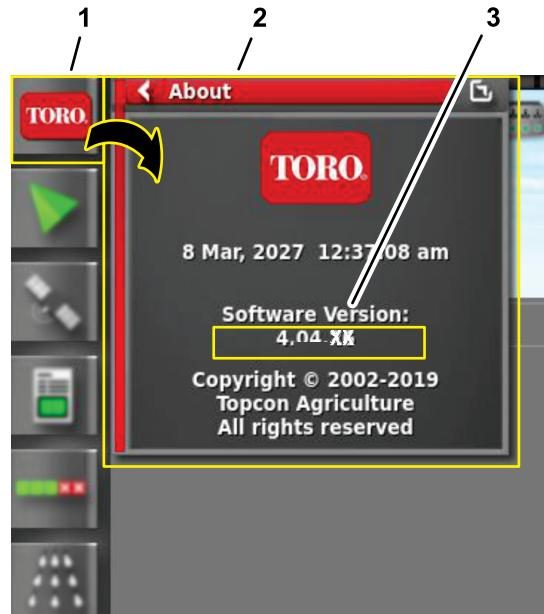

図 13
2. 制御コンソールの左上にある ABOUT (Toro) アイコンを押す図 13。